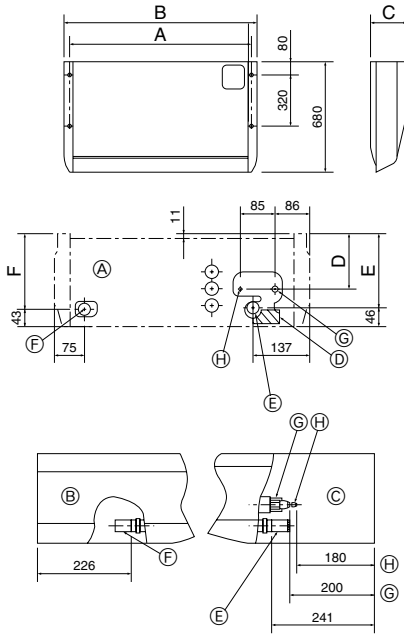

Fig. 3-2
3.2. Montaja hazırlık (Fig. 3-2)